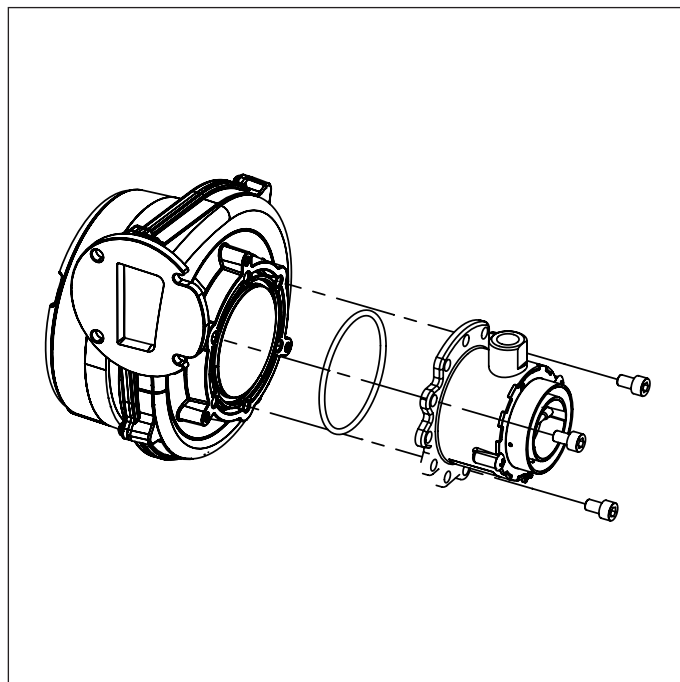

Fig. 35 Miscelatore
- Rimuovere il miscelatore svitando le tre viti a brugola (vedi Fig. 35 Miscelatore).